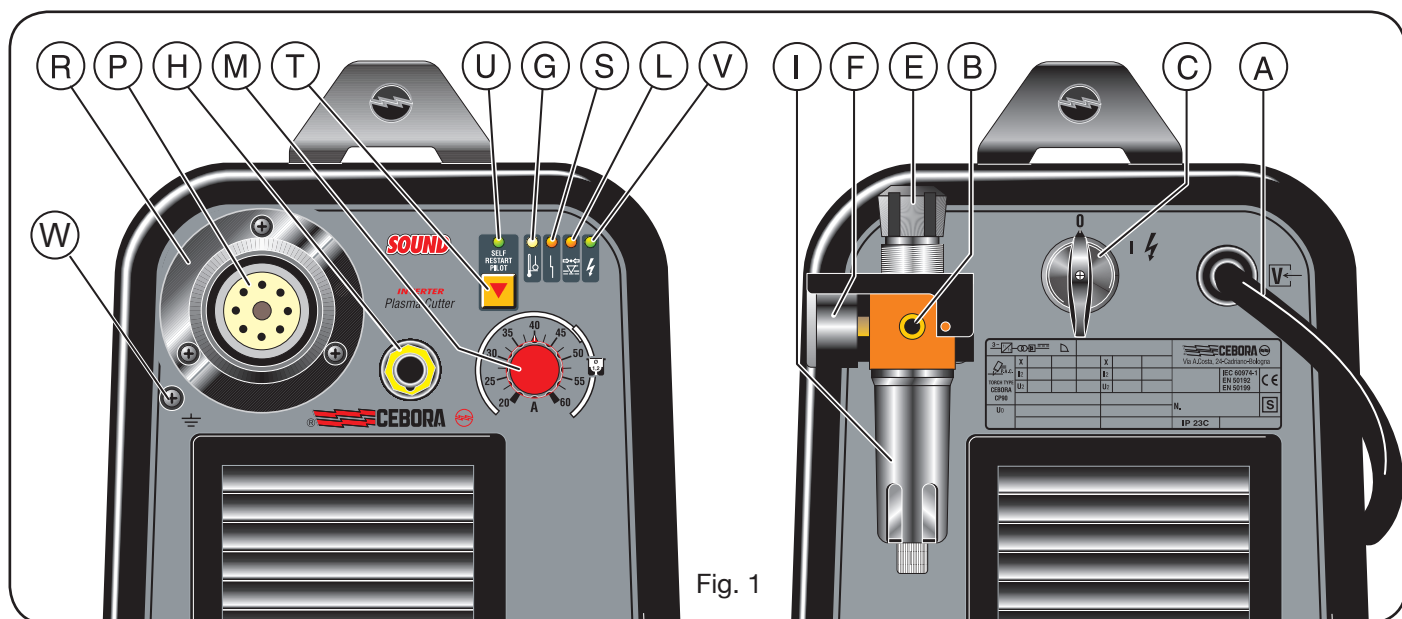

Fig. 1
2.1 MONTAGGIO TORCIA (FIG. 1)
Per evitare sovraccarichi. E' evidenziata dall'accensione continua del led **G** (vedi fig.1).
Posta sull'alimentazione della torcia per evitare che $\frac{\Delta V}{V}$ la pressione aria sia insufficiente. E' evidenziata dall'accensione del led **L** (vedi fig.1). Se il led **L** si accende in modo intermittente significa che la pressione è scesa momentaneamente al di sotto di $3,2 \div 3,5$ bar.